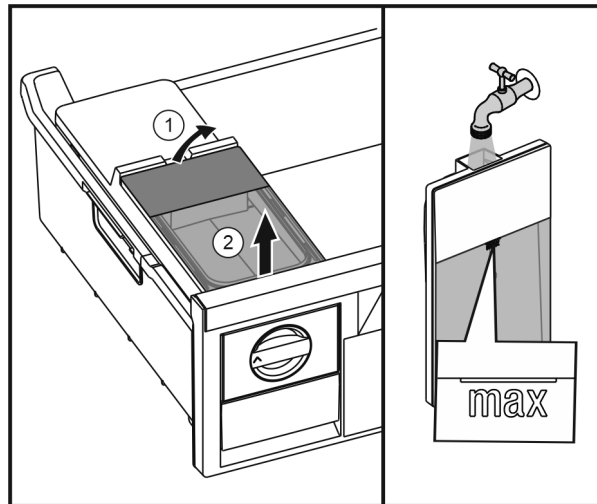

Fig. 37
- ▶ Soulever le réservoir d'eau depuis l'arrière Fig. 37 (1) et l'enlever vers le haut Fig. 37 (2).